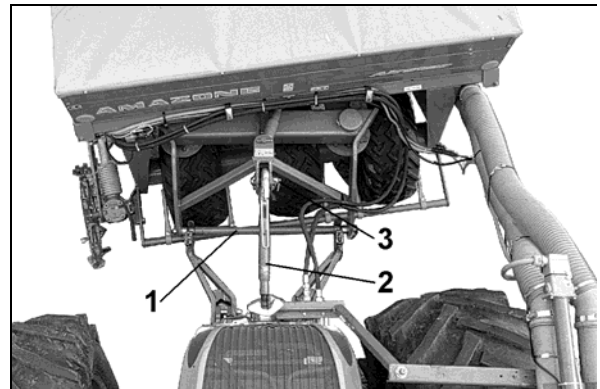

Fig. 34
La barre du bras inférieur Cat II (Fig. 34/1) peut être réglée en hauteur.
- o Barre du bras inférieur cat. II (Fig. 34/1)
- o Axe de tirant supérieur cat. II (Fig. 34/3).
6. Accoupler le bras supérieur du tracteur (Fig. 34/2) au point d'articulation de la machine. Le crochet du bras supérieur se verrouille automatiquement.